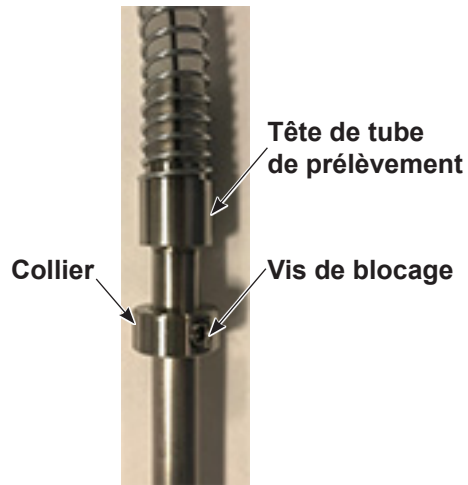

Figure 5 Pose du collier
6. Voir la Figure 5. Desserrer la vis de blocage du collier et faire glisser le collier vers le haut, sur le tube de prélèvement, en direction de la tête du tube de prélèvement. Laisser un espace d'environ 50 mm (2") entre la tête du tube de prélèvement et le collier et serrer la vis de blocage.